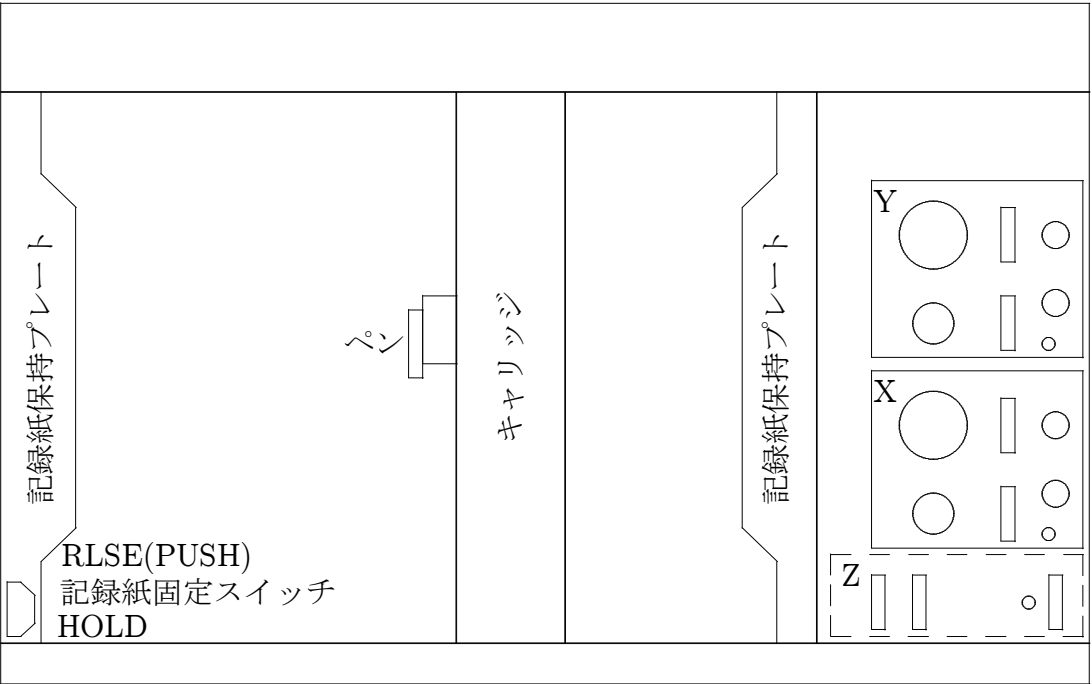

図 9.4: X-Y レコーダ
4. 記録紙固定スイッチが RLSH(解放状態、図 9.4 参照)を確認する。
3. 記録紙固定スイッチを RLSH(解放状態、図 9.4 参照)にする。
5. 記録紙を保持プレート (図 9.4 参照) に差し込みます。記録紙の下端を記録しテーブルの下